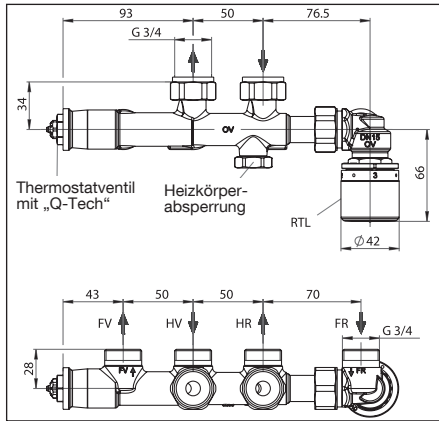

Abb. 3 Abmessungen Anschlussarmatur
Den Rücklauftemperaturbegrenzer (Abb. 3) auf den festgelegten Sollwert (Werkseinstellung:  $3 \approx \text{ca. } 30^\circ\text{C}$ ) einstellen.
2. Schutzkappe von der Heizkörperabsperung (Abb. 3) entfernen.